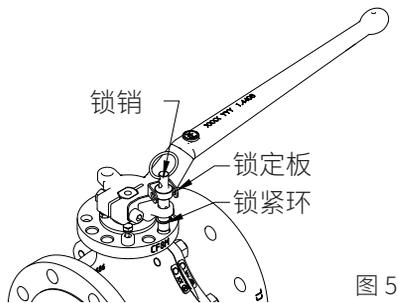

图 5
6. 在锁销底部附近的凹槽中安装锁紧环(图 5)。这将确保锁销与手杆相连。